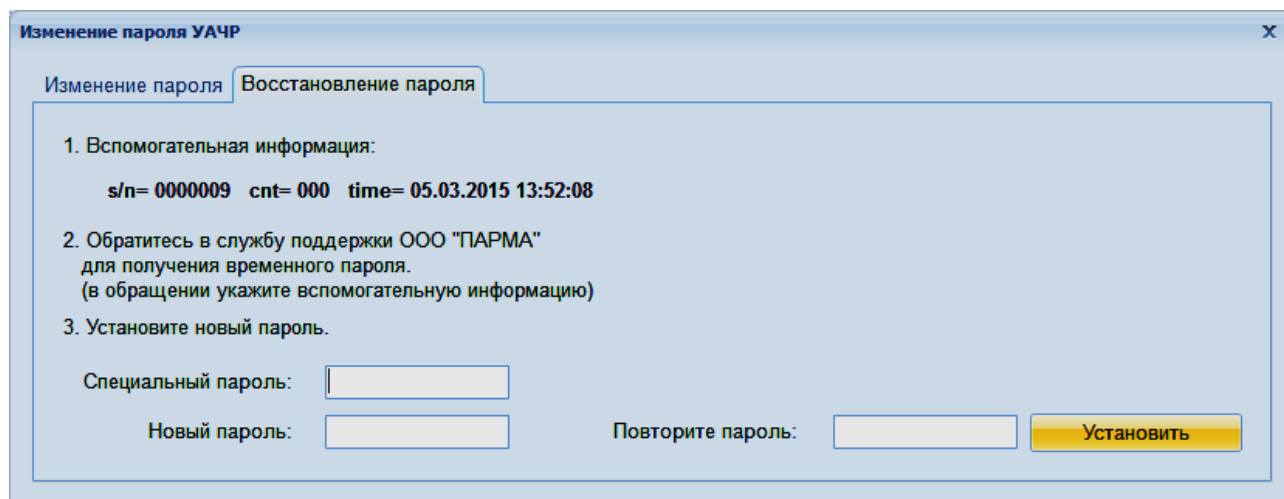

Рисунок 8 – Восстановление пароля
5.3.6.4 В случае утраты пароля следует воспользоваться вкладкой "Восстановление пароля" в окне "Изменение пароля УАЧР" (рисунок 8).